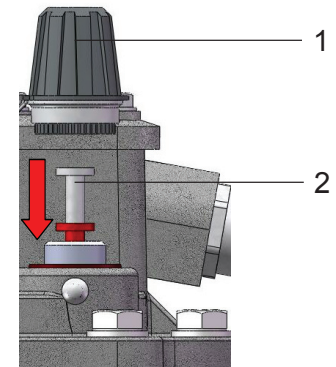

Bild 10 - Funktionsprüfung
- Hutmutter (Bild 10/1) abschrauben
- Prüftaste (Bild 10/2) bis zum Anschlag niederdrücken und anschließend loslassen